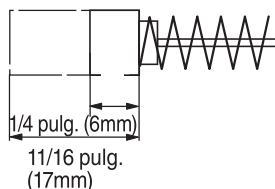

Fig. 30
3. Inspección de las escobillas (Figs. 30 y 31)
Las escobillas del motor son piezas fungibles. Si las escobillas se desgastan excesivamente, es posible que el motor tenga problemas. Por lo tanto, inspeccione periódicamente las escobillas y reemplácelas cuando se hayan desgastado hasta min 6mm mostrada en la Fig. 30. Además, mantenga las escobillas limpias de forma que se deslicen suavemente dentro de los portaescobillas. Las escobillas podrán extraerse fácilmente después de haber quitado las tapas de los portaescobillas (consulte la Fig. 30) con un destornillador de punta plana.
Cuando cambie las escobillas de carbón, utilice solamente las escobillas metabo HPT de su n° de código 383202 (vea la Fig. 30).